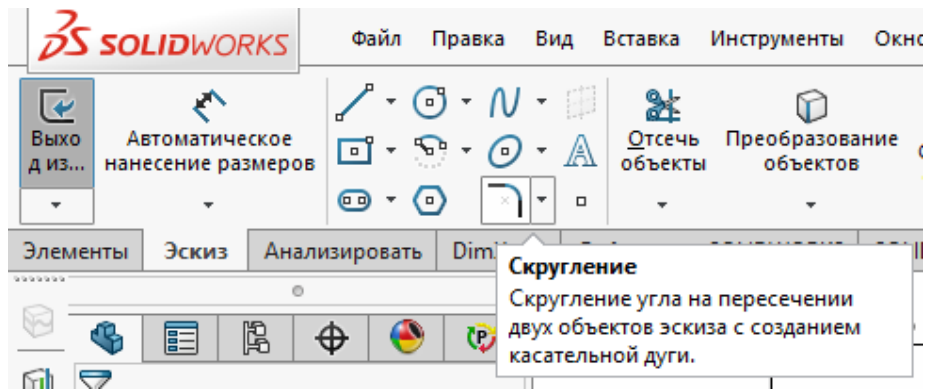

Рисунок 2 – выбор инструмента «Скругление»
4. Выбрать инструмент «Скругление» (рис. 2).